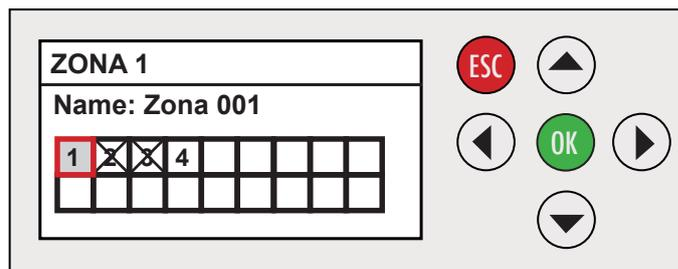

Fig. 109
- C2. Muoversi con le frecce **◀▶** e selezionare l'attuatore (motore) desiderato (o gli attuatori desiderati se più di uno) da assegnare a ciascuna zona. Gli attuatori già assegnati sono barrati da una X, confermare con **OK**. Procedere in questo modo per tutti gli attuatori (motori) installati. (Fig. 109)